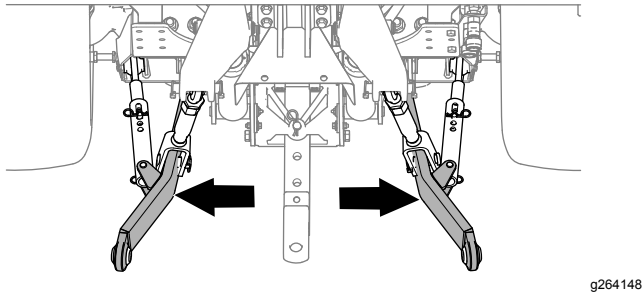

Bild 26
4. Schwenken Sie die Stützarme (**Bild 26**) ganz nach außen, siehe *Betriebsanleitung* der Zugmaschine.